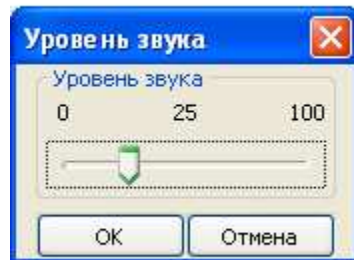

Рисунок 8. Окно "Уровень звука"
- кнопка **«Установить уровень звука...»**. Кнопка активна для СИ, имеющих регулируемые средства звуковой сигнализации. Позволяет установить необходимую громкость звучания и проконтролировать ее. По нажатию кнопки «Установить уровень звука ...» отображается окно «Уровень звука» (Рисунок 8). Корректировка уровня звука производится перетаскиванием указателя при помощи мышки. Установленному значению уровня соответствует условное число (в диапазоне от 0 до 100), отображаемое в центре окна. Выбранное значение записывается в память СИ после клика на кнопке «Ок»;